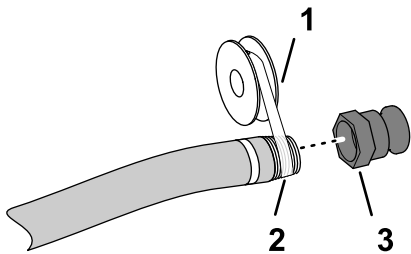

Рисунок 5
5. Наложите тефлоновый уплотнитель для резьбы (Рисунок 5) на резьбу штуцера заливного шланга (1 дюйм — американская национальная трубная резьба).
6. Заверните быстроразъемный соединитель в заливной шланг и затяните его от руки (Рисунок 5).